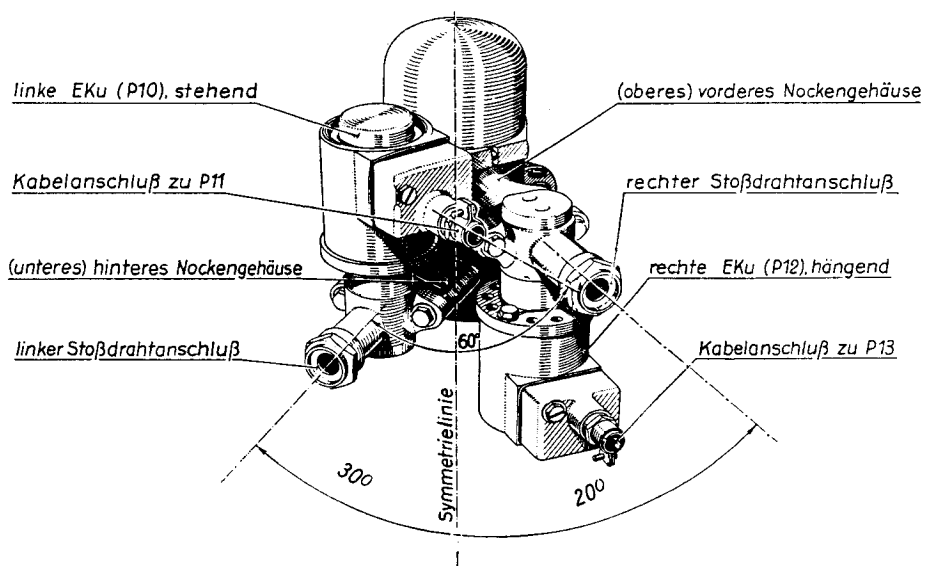

Abb. 25: Doppelgeber mit EKu 17, einbaufertig.
b) Die Steuerung 17 D (23) mit elektrischer Geberkupplung EKu 17 (P 10, P 12): Beschreibung und Bedienungsvorschrift siehe L Dv. 112, die Abb. 25 zeigt den einbaufertig zusammengebauten Doppelgeber mit EKu, näheres siehe Abschn. B II/i.